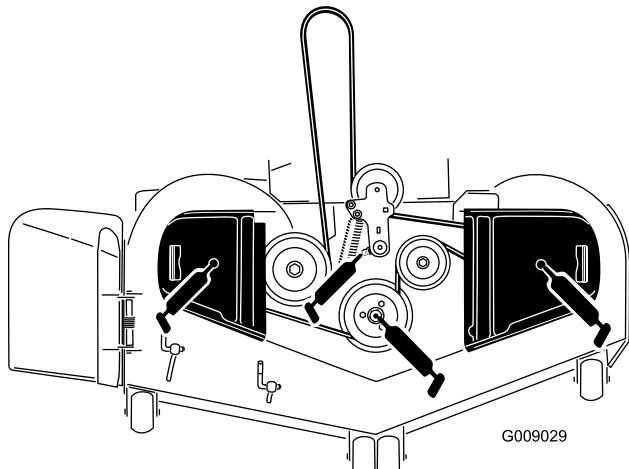

Figura 43
3. Lubrificate il perno della puleggia tendicinghia del piatto di taglio finché non fuoriesce grasso dalla parte inferiore (Figura 43).
4. Ingrassate i 3 cuscinetti del mandrino finché il grasso non fuoriesce dalle guarnizioni inferiori (Figura 43).